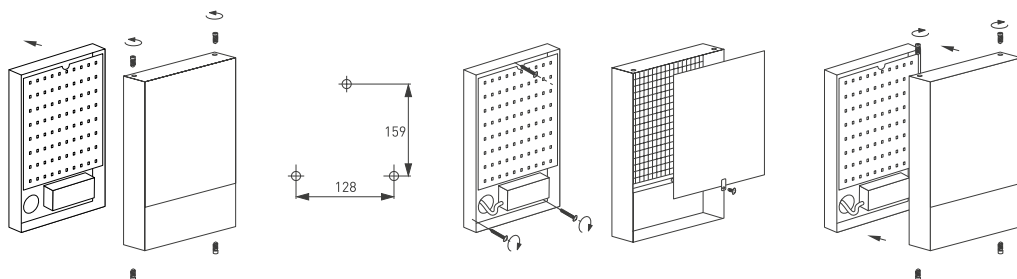

Рис. 3. Установка и подключение светильника
- 3.3. Разметьте и просверлите 3 отверстия (см. рис. 3), установите в отверстия пластиковые дюбели из комплекта поставки.